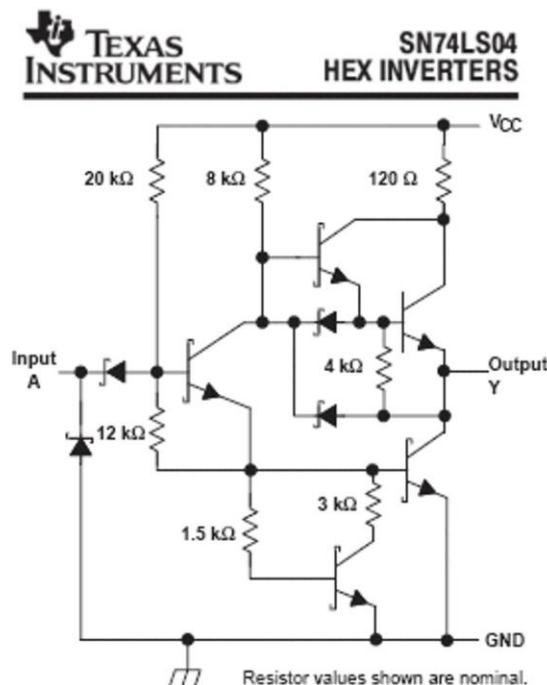

Figura 6 - Hex Inverter 74LS04: Schema elettronico interno
- lo *schema elettronico* reale (*Circuit Schematics*) riferito a ciascuna delle porte, uguali tra loro, inserite nell'integrato: la sua analisi è logicamente irrilevante e comporta una decisa competenza su transistor, diodi, resistori,...; la *Figura 6* ne è esempio per il **74LS04** (per gentile concessione *Texas Instruments*)